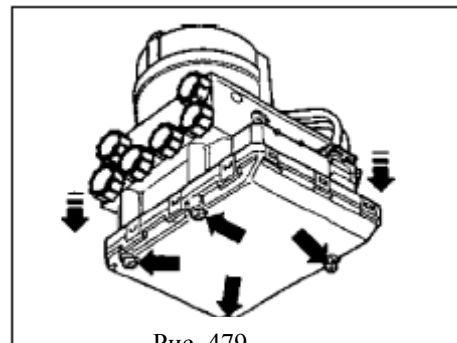

Рис. 479
2. Открутите 4 винта, как показано на рисунке (рис. 479). Старые снятые винты не подлежат повторному использованию.